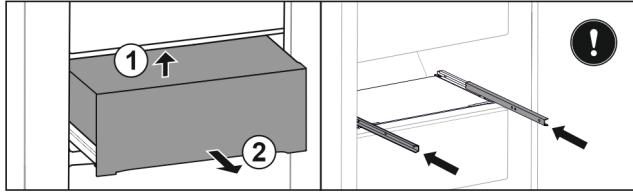

Fig. 135
- Nadvihnite zásuvku zospodu dozadu. Fig. 135 (1)
- Odoberte zásuvku dopredu. Fig. 135 (2)